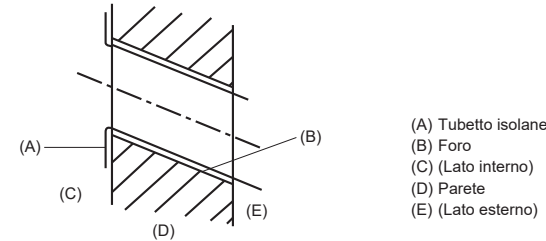

Fig. 3-3
- (B) Unità interna
- (C) Foro inferiore sinistro per tubo posteriore (ø75-ø80)
- (D) Foro inferiore destro per tubo posteriore (ø75-ø80)
- (E) Foro di uscita per foro posteriore sinistro (75 × 480)
- (F) Foro per bullone (4-foro ø9)
- (G) Foro di misurazione centrale (foro ø2,5)
- (H) Foro filettato (75-foro ø5,1)
- (I) Centro del foro
- (J) Allineare il righe llo alla linea.
- (K) Inserire il righe llo.
3.2.2. Fori della tubazione (Fig. 3-3)